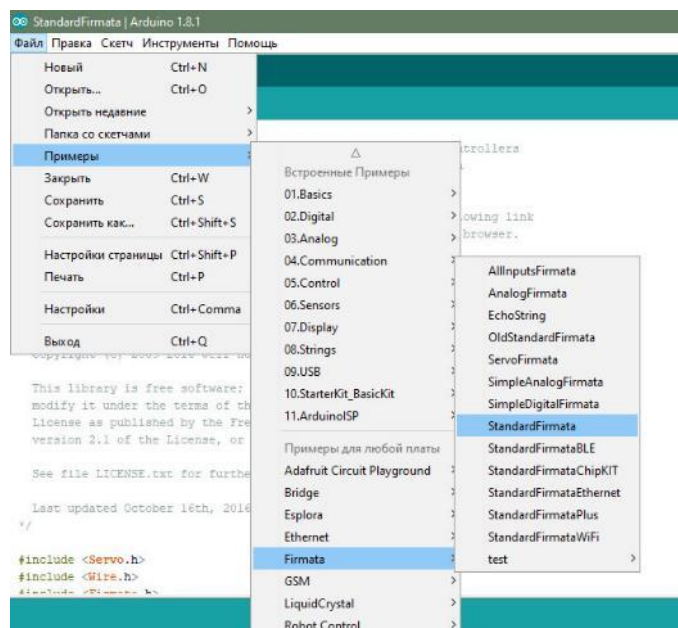

Рис. 23. Выбор стандартной прошивки
1. Запустить Arduino IDE и перейти в пункт меню: Файл → Примеры → Firmata → StandardFirmata (рис. 23).